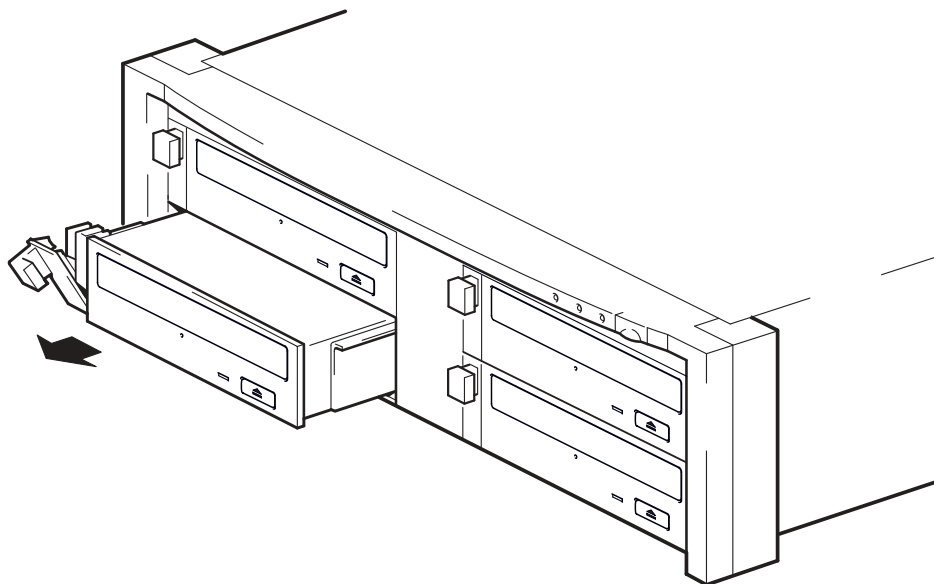

Figura 5b: retirar a unidade
- 2** Usando a alavanca de extração, puxe a unidade delicada e firmemente para fora da matriz de fitas. (Veja a figura 5b.)